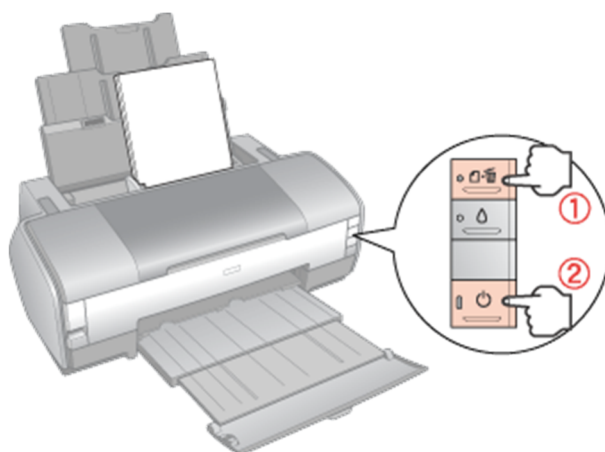

Рисунок 2.6 – Перевірка працездатності принтера
- 4) Щоб активувати принтер, одночасно натисніть і утримуйте кнопку паперу, а також кнопку живлення. Після ввімкнення принтера обидві кнопки можна відпустити. Після цього принтер створить шаблон перевірки сопел (див. рис. 2.6).